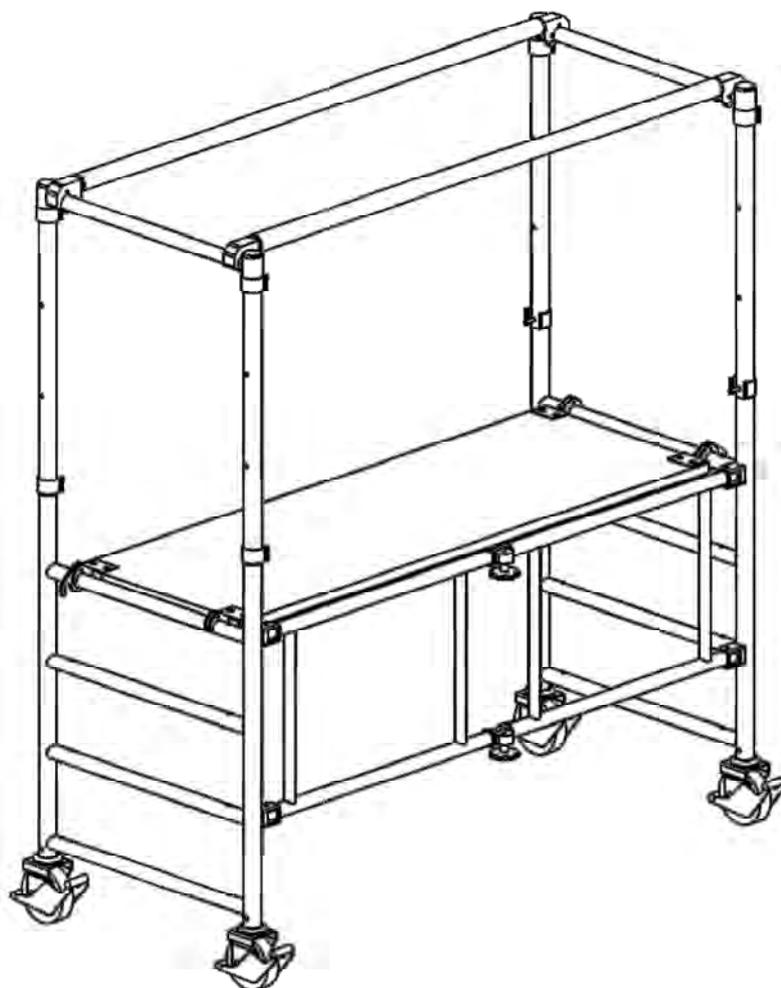

Abbildung 2.2.1: Montage des Alu Quick 80 (Standhöhe 1 m)
5. Alu-Geländer L180 an die Quergeländer der Alu-Geländerrahmen anbringen (s. Abbildung 2.2.1).